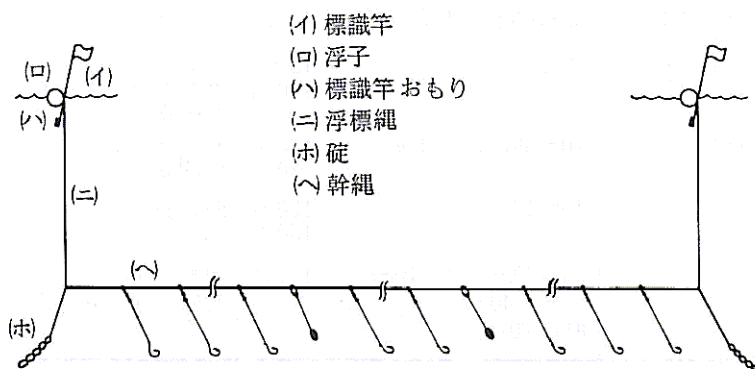
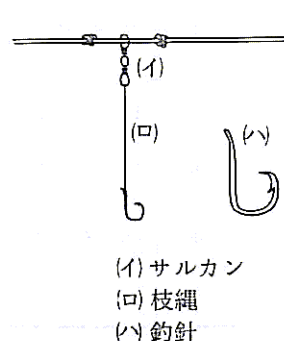

図1-1 漁具の一般構成図
図1-2 枝縄と釣針
- (イ) 一般構成図 (図1-1) (ロ) 枝縄と釣針 (図1-2)